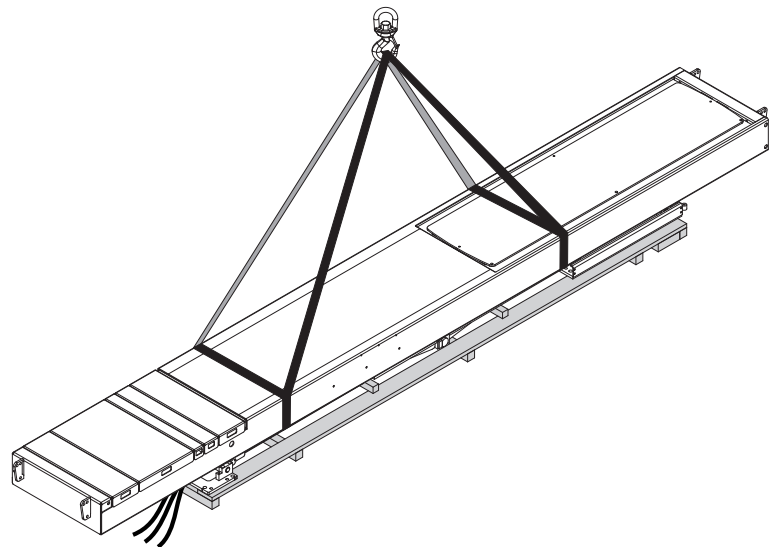

Fig. 5
- Le operazioni di sollevamento debbono essere eseguite come da Fig.5.
- Sollevare con cautela adoperando adeguati mezzi di sostegno del carico in perfetta efficienza. Utilizzando gli appositi punti di aggancio come indicato in Fig.5.
- Lifting operations must be performed as shown in Fig.5.
- Take every precaution and use lifting mechanisms that are in good working order. Use the special lifting points indicated in Fig.5.
- Beim Anheben gemäß Abb.5 vorgehen.
- Die Last vorsichtig anheben und sie mit geeigneten und funktionstüchtigen Hilfsmitteln stützen. Dabei die auf Abb.5 and Abb.6 gezeigten Anschlagpunkte einhalten.
- Les opérations de levage doivent être réalisées comme indiqué à la Fig.5.
- Soulever avec attention: utiliser des moyens de support de la charge parfaitement efficaces et se servir des points d'attelage comme indiqué à la Fig.5.